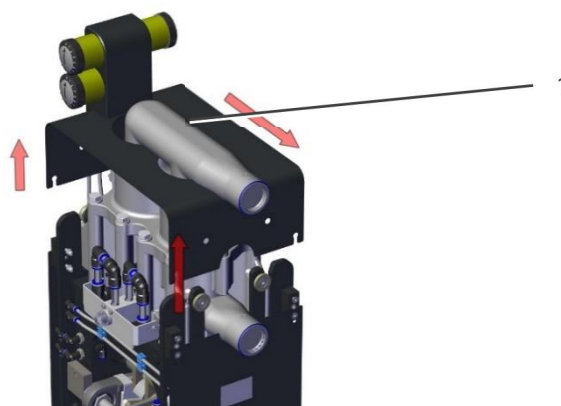

Abb. 4-6: Demontage der Deckverkleidung
- Die Deckverkleidung (1) in Pfeilrichtung demontieren (Abb. 4-6: Demontage der Deckverkleidung).